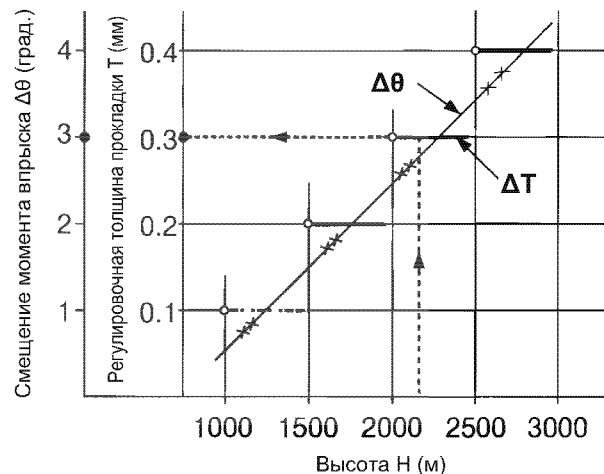

Рис. 46 Регулировочная толщина прокладки
2. Вычислите толщину прокладки, отняв  $\Delta T$ , и увеличьте момент впрыска на  $\Delta\theta$ , базирясь на высоте H, на которой работает генератор, и скорректируйте толщину прокладки, как показано на Рис. 46.